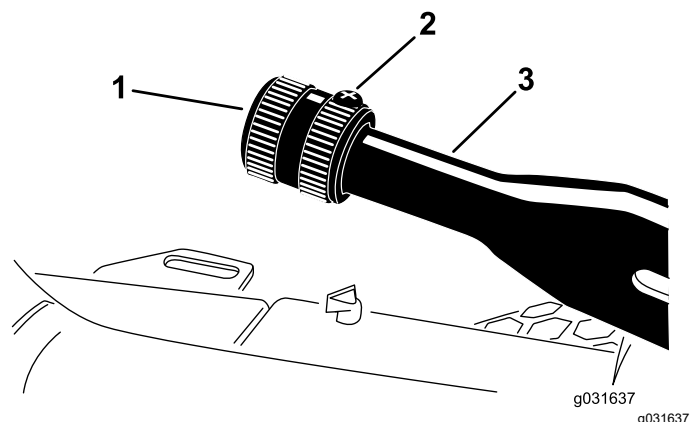

Figura 59
1. Desaperte o parafuso de afinação que fixa o manípulo à alavanca do travão de estacionamento (**Figura 59**).